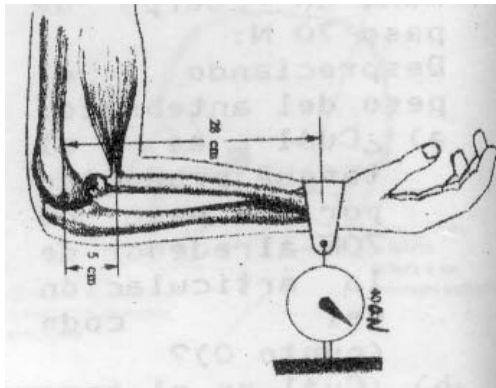

Figura 6.22 Problema 6.21
- 6.21 Una persona puede ejercer una fuerza máxima de 400 N sobre el aparato que se muestra en la figura 6.22. Si el aparato está a 28 cm del codo, y el bíceps está unido a 5 cm del codo, ¿Cuáles son las magnitudes de las fuerzas ejercidas por: el bíceps, el húmero.